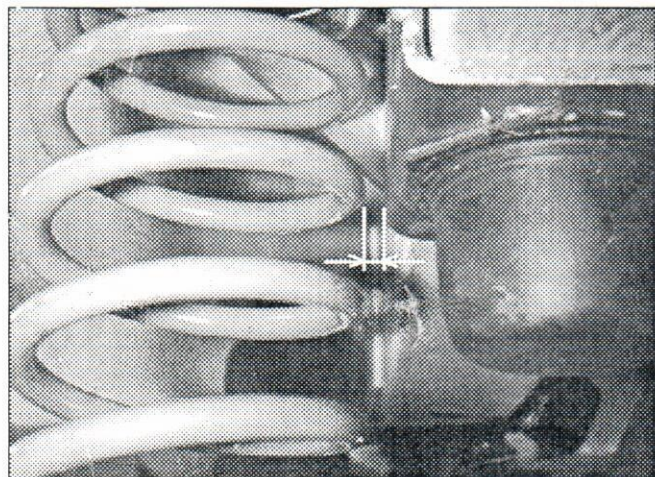

fig.2
7. Plaats hulpveer C op de onderste veerhouder. Trek de veer krachtig naar beneden. Plaats de bovenzijde in de bovenste veerschotel. Draai de veer zodanig dat er voldoende ruimte tussen buffer en hulpveer is. Zie fig.2.
7. Put the spring in the bracket A. Pull the spring downwards firmly and slide it in bracket B. Turn the spring to achieve clearance between the spring and the buffer. See fig.2.
7. Platz der Feder C auf der unteren Federteller. Feder kräftig nach unten ziehen und in der oberen Federteller einrasten lassen. Dreh der Feder derartig das genügend Spiel zwischen Puffer und Niveaufeder ist. Siehe fig.2.
7. Monter le ressort de renfort C sur la coupelle inférieure. Tirer avec force le ressort vers le bas. Monter le côté supérieur du ressort dans la coupelle supérieure. Tourner le ressort afin de permettre suffisamment de jeu entre la butée et le ressort de renfort. Voir fig.2.
7. Sätt fjädern i fäste A. Tryck fjädern kraftigt nedåt och låt den glida in i fäste B. Vrid fjädern så att det är frigång mellan fjädern och genomslagsgummit. Se fig.2.